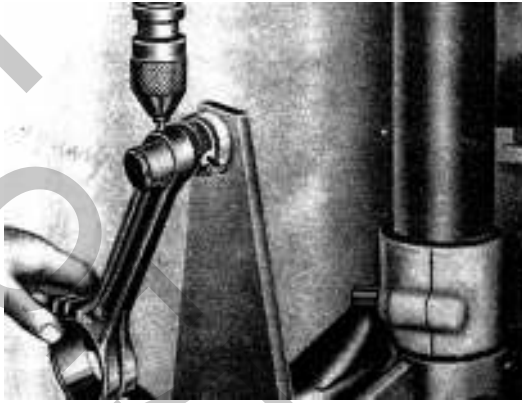

РИС.32
- 4) Просверлите отверстие диаметром 2,5-3,5мм. во втулке по отверстию в верхней головке шатуна (см. рис. 32)